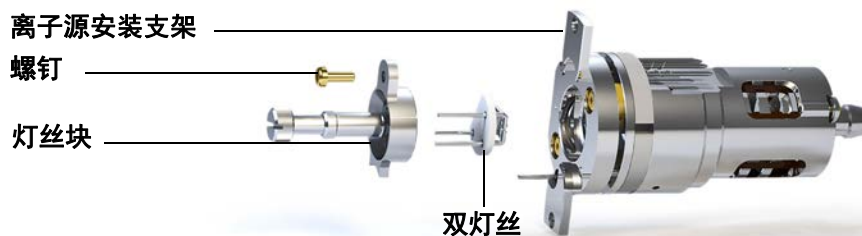

图 42 更换双灯丝
- 4 卸下用于将灯丝块固定到离子源安装支架上的螺丝。（请参阅图 42（第 135 页）。）
- 2 通过灯丝块的后面将 3 个插脚插在双灯丝上。（请参阅图 42（第 135 页）。）